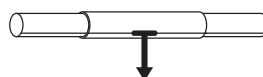

FIGUUR 1B
2. Leg alle horizontale buizen tussen de hoekstukken en koppel ze aan elkaar met het koppelstuk. Zie figuur 1b.